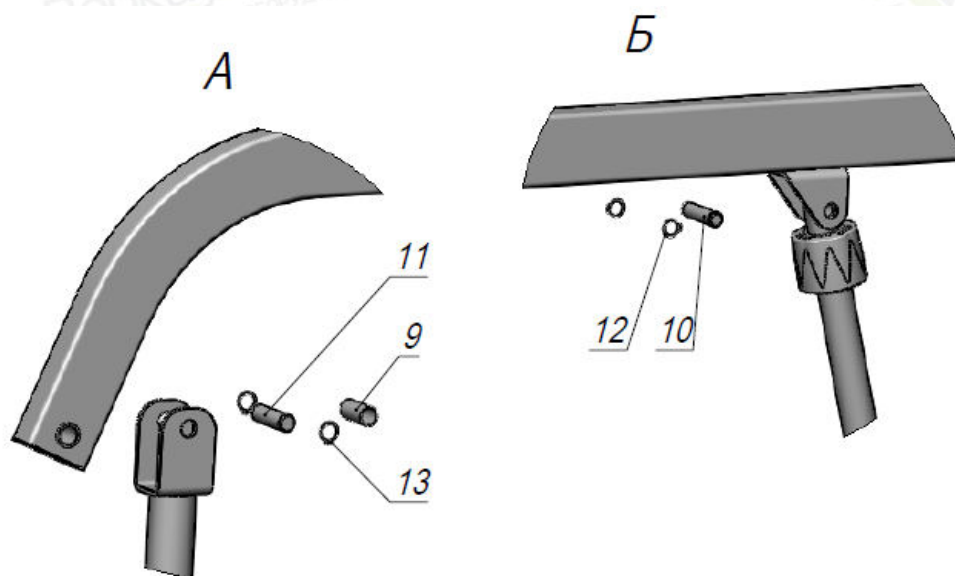

Рис.1 Устройство и комплектность подъемника ИПБ170Э
3.1 Комплектность поставки подъемника приведена в таблице 1 (См. рис.1)